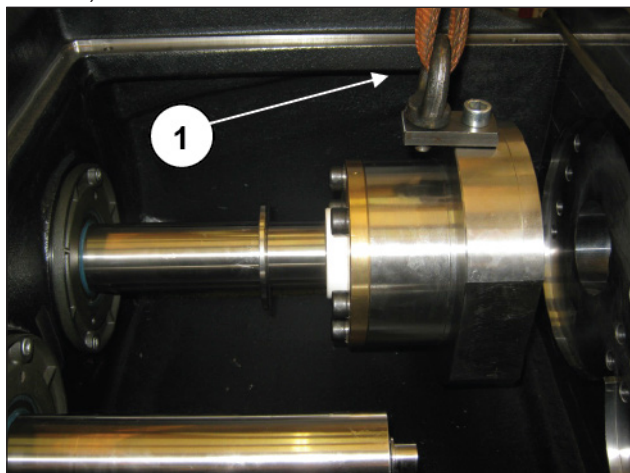

Рис. 204
Снимите держатель рубашки с головки, перемещая его по поршню и удерживая с помощью рым-болта (поз. ①, Рис. 204), а затем открутите винт M10 крепления поршня, освобождая таким образом весь узел, который теперь можно извлечь из переднего картера (поз. ①, Рис. 205 и Рис. 206).